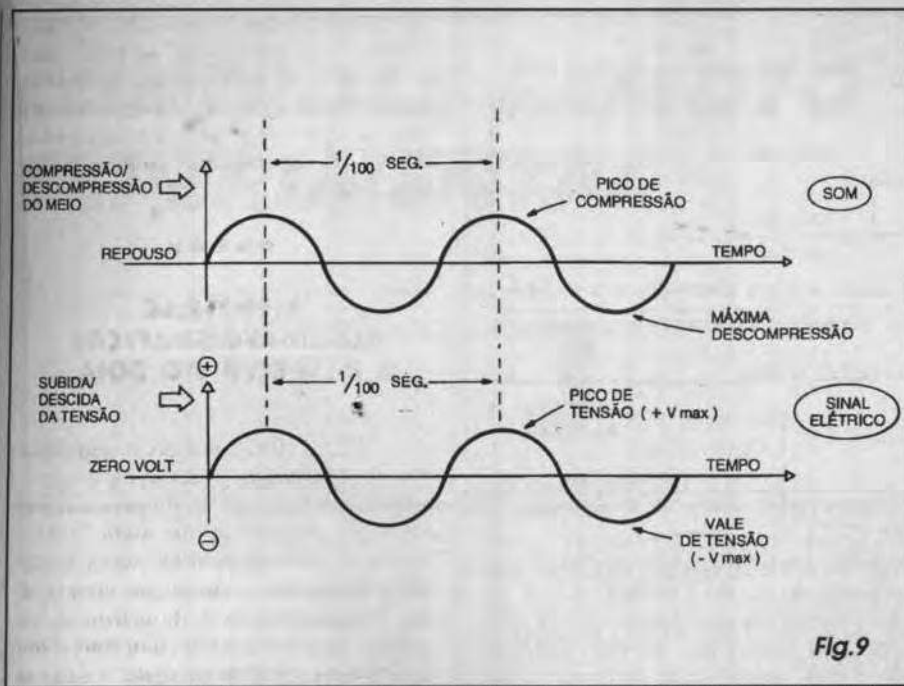

Fig. 9
**- FIG. 9 - ANALOGIAS DEFINITIVAS ENTRE O SOM E OS SINAIS ELÉTRICOS ONDULATÓRIOS - SONS e SINAIS ELÉTRICOS ALTERNADOS, ONDULATÓRIOS são mesmo idênticos**, em termos de *desenho*, de possível representação gráfica dos eventos ou fenômenos! Nos dois gráficos sobrepostos do diagrama temos, ao alto, a representação de um **som puro** (veremos, em futura aula, esse *negócio* de *som puro*...) com *frequência* de 100 Hz (ou seja, onde cada ciclo completo dura 1/100 de segundo, como já vimos...) e, em baixo, a representação (notar a absoluta semelhança do *desenho*...) de um sinal elétrico, em C.A. senoidal, também de 100 Hz (onde cada alternância completa da polaridade *demonstra* igualmente 1/100 de segundo...). Desde já é bom observar que na prática, em circuitos e aplicações reais, essa absoluta analogia pode até ser pura consequência... Explicamos: se um som como o representado ao alto atingir um microfone, este gerará, nos seus terminais, um sinal elétrico correspondente, com o *desenho* representado abaixo, reforçando a idéia de que o *casamento* entre SOM e ELETRICIDADE/ELETRÔNICA tem tudo pra dar certo, já que as afinidades são quase absolutas!